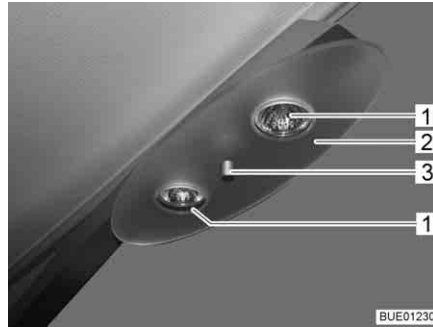

Fig. 224 Lampada alogena da soffitto
- Svitare il dado di arresto (Fig. 224,3) e rimuovere il piano di appoggio (Fig. 224,2).
- Rimuovere la lampada alogena ad incandescenza (Fig. 224,1).